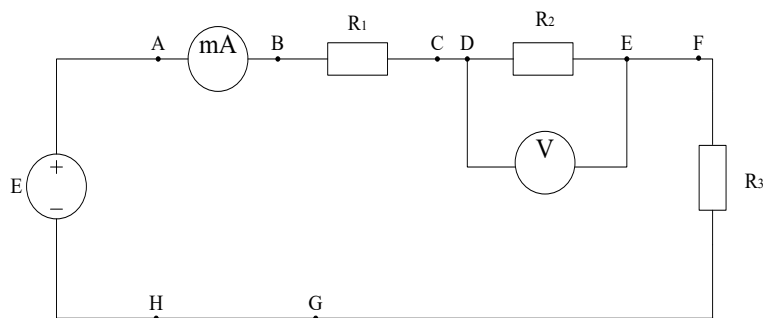

Рис. 3 Электрическая цепь из последовательно соединенных элементов
1. Собрать электрическую цепь согласно схеме (Рис. 3).